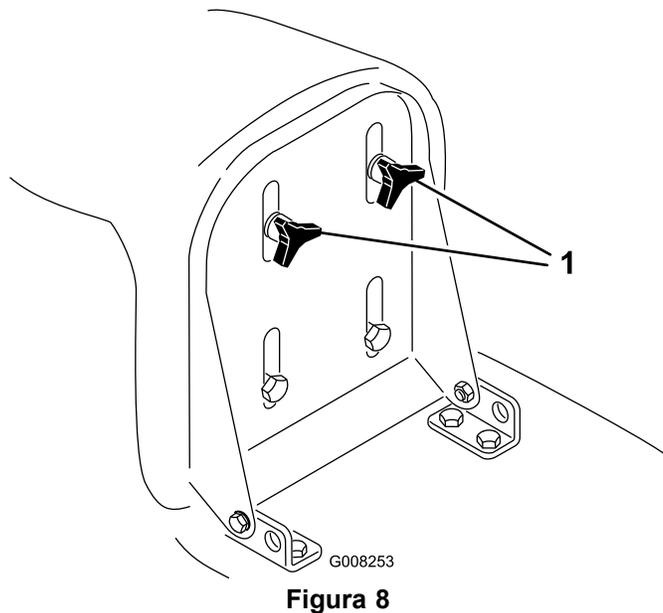

Figura 8
1. Suba el asiento y afloje los pomos de ajuste (Figura 8).